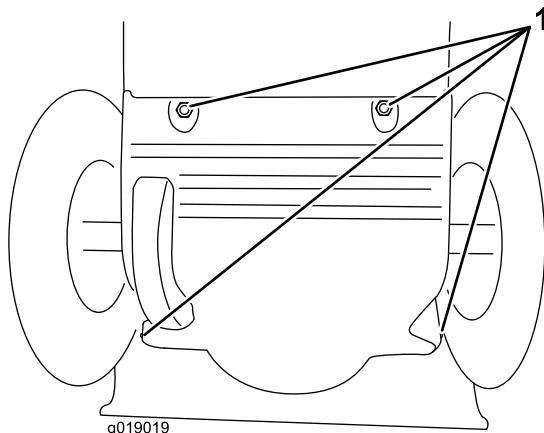

Figura 43
3. Togliete il carter posteriore (Figura 43).